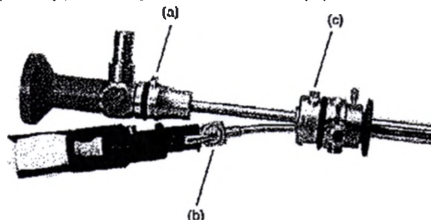

Рисунок 19: Разборка цистоскопа, направляющей, внутреннего тубуса и внешнего тубуса
1. Извлечь цистоскоп, нажав на кнопку механизма блокировки (а) и вытянув цистоскоп из тубуса (см. Рисунок 19).